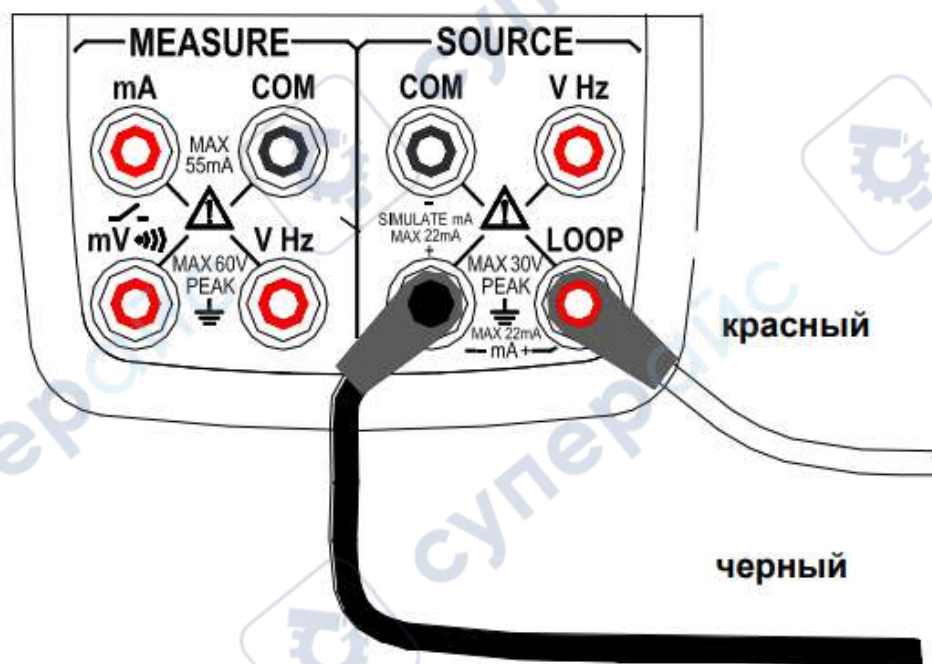

Рисунок 6. Источник постоянного тока
**Для постоянного тока (рис. 6)**